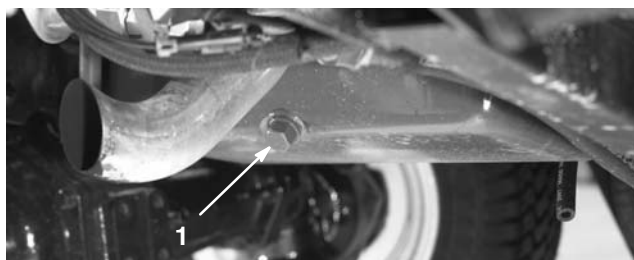

Bild 47
1. Entfernen Sie die Ablassschraube (Bild 47) und lassen das Öl in ein Auffanggefäß ab. Schrauben Sie die Ablassschraube wieder ein, nachdem das Öl abgelassen ist.